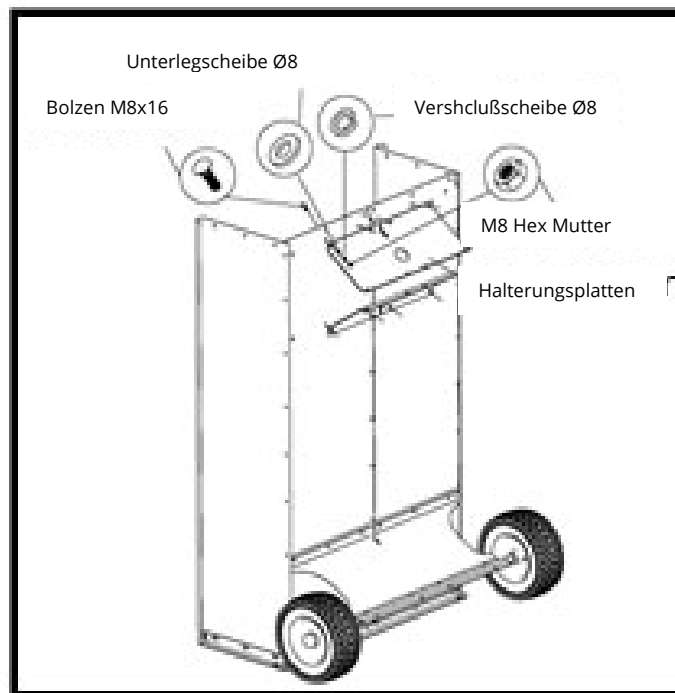

Abbildung 6
13. Montieren Sie die beiden Vorderachsenstützen. Verwenden Sie dazu zwölf M8x16-Rundkopfschrauben, Ø8-Unterlegscheiben, Ø8-Verschlusscheiben und M8-Hex-Muttern wie in der Abbildung 6 abgebildet. Noch nicht festziehen!